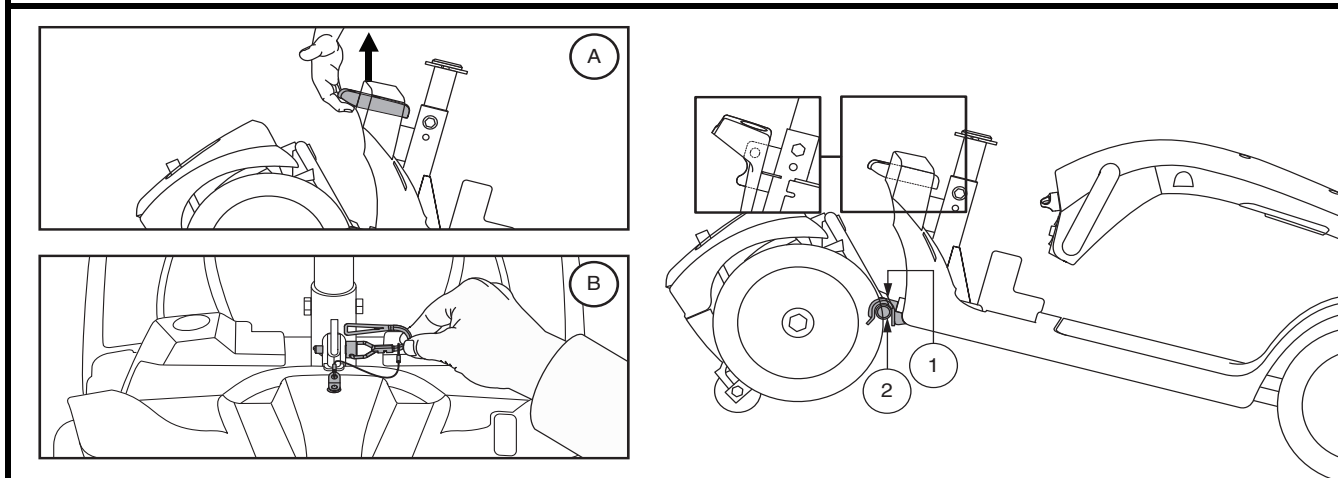

Figure 22. Levier de blocage du cadre (Style A) et libérez la goupille de verrouillage de blocage du châssis (Style B)
3. Retirez la goupille de verrouillage du châssis. (Seulement des modèles 93 et 104.) Voir la figure 22.
1. Positionnez les sections. **Voir la figure 22.**
2. Soulevez la section avant par le levier de blocage (ou le mât du siège sur les modèles 93 et 104) et alignez les crochets avec la tubulure de la section arrière. **Voir la figure 22.**